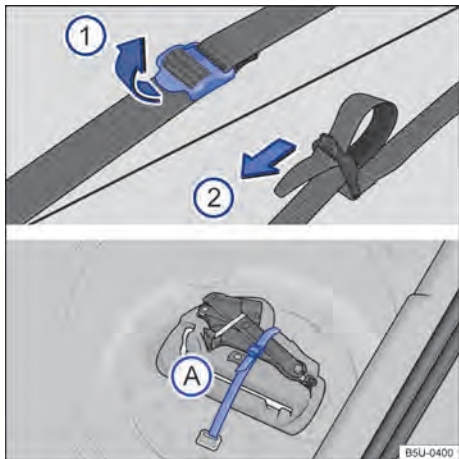

Fig. 118 En el maletero: cinta de fijación de la caja de herramientas y caja de herramientas de a bordo.
Para soltar la cinta de fijación → fig. 118 (A), tirar de la hebilla en el sentido de la flecha ①.